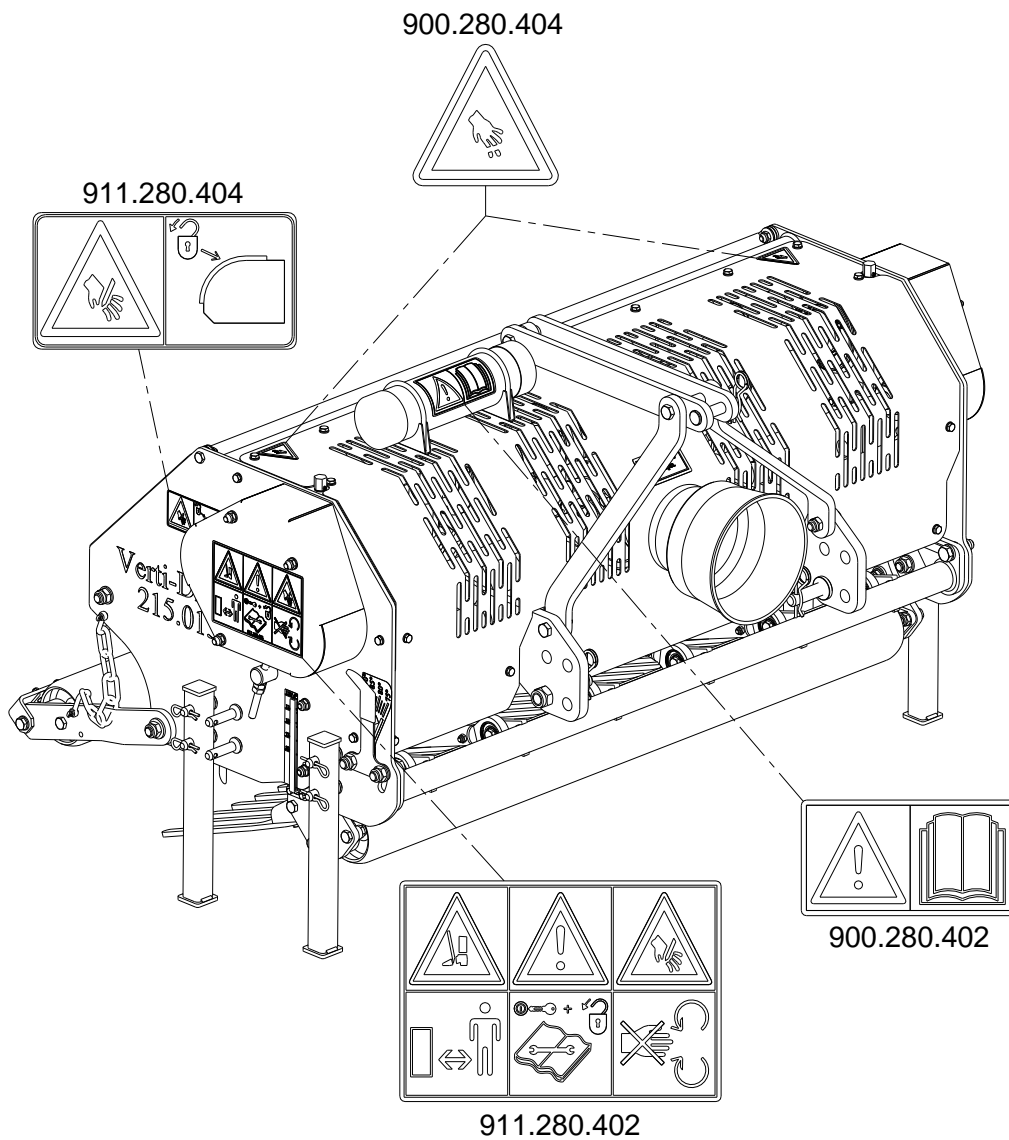

Fig. 7
(7) Anbringelse af sikkerhedsklistermærker (Fig. 7)